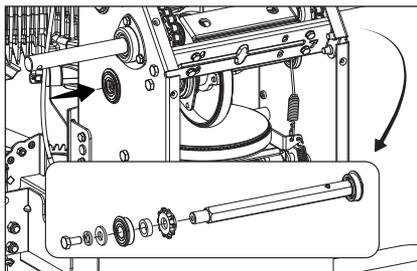

Figure 68
5. Retirez l'arbre hexagonal en le faisant glisser. Poinçonnez l'arbre à partir du côté gauche. Assurez-vous que toutes les pièces représentées sont comptabilisées (seul l'arbre est retiré, le pignon de la chaîne reste sur la chaîne). (Fig. 68)